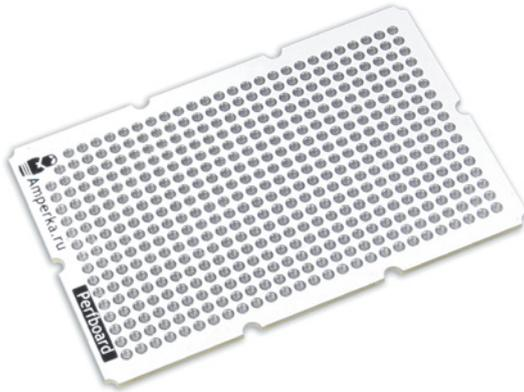

Рис. 2.12. Макетная плата для прототипирования с помощью пайки
- 1) для прототипирования с помощью пайки (рис. 2.12);